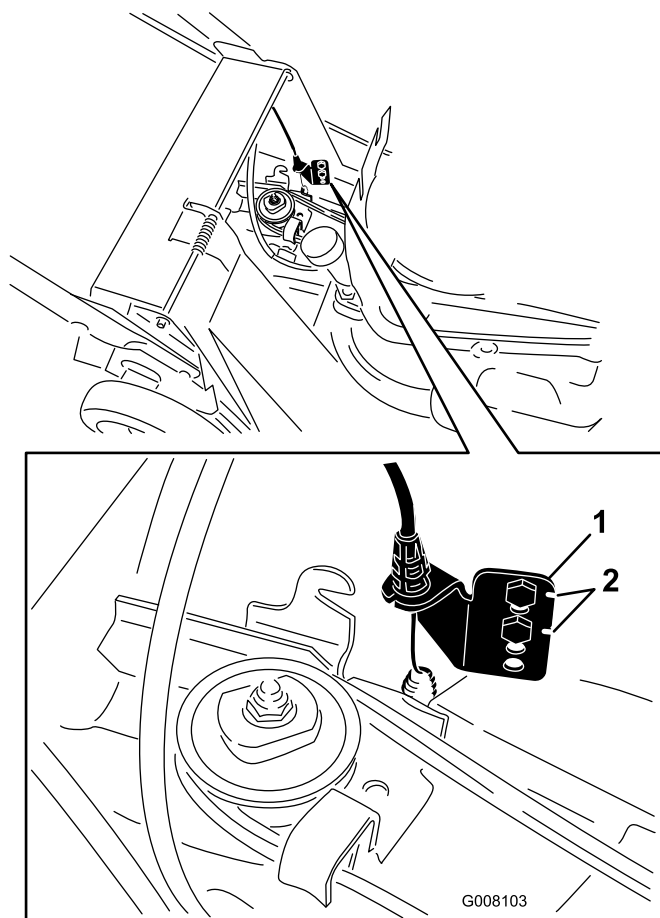

Figura 30
7. Retire los tornillos del soporte de anclaje inferior (Figura 30).
Nota: La cubierta inferior de la correa ha sido retirada en Figura 30 para mayor claridad. No es necesario retirar la cubierta inferior de la correa para realizar este procedimiento.
8. Mueva el soporte de anclaje un taladro hacia arriba (Figura 30).
Nota: Cuando instale una correa nueva, vuelva a colocar el soporte de anclaje inferior a su posición original de fábrica, indicada por las muescas situadas junto a los taladros del soporte (Figura 30).